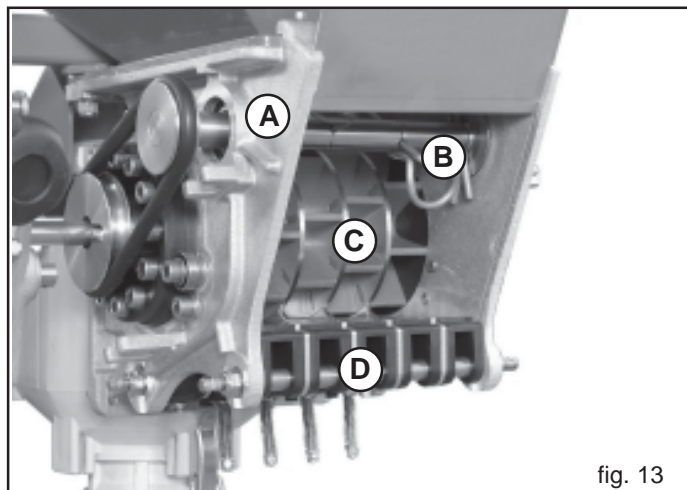

fig. 13
3.3.1 DOSIFICADOR (Fig. 13)
El agitador tiene un diámetro de 85 mm y está compuesto por 4 elementos (**ganchos curvos**). Si la intervención del agitador resulta excesiva, es posible reducir a la mitad el **efecto mezclador** quitando los dos ganchos centrales del agitador (B, Fig. 13).